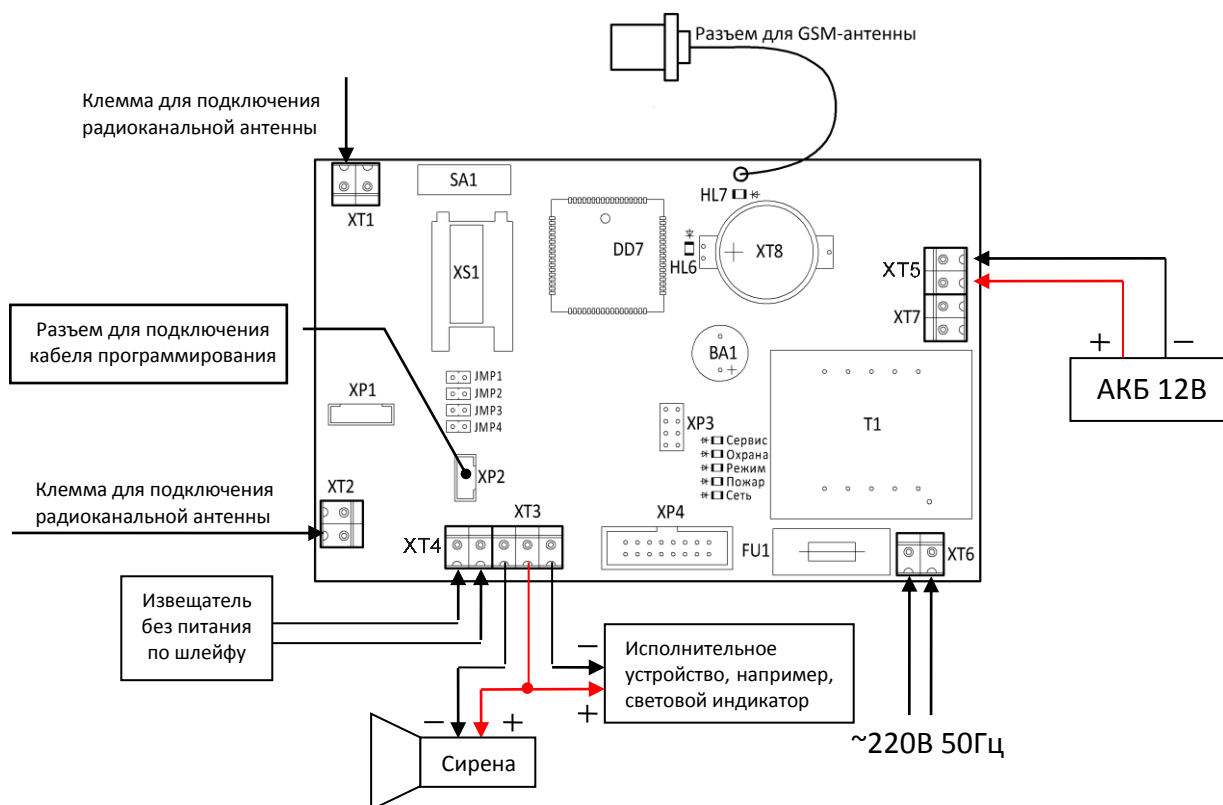

Рис. 1.3.1. Плата «Контакт GSM-10А»
4. Установите радиоканальные антенны (через отверстия в корпусе¹) в разъёмы XT1 и XT2, в клеммы как показано на рис. 1.3.1. и зафиксируйте их винтами.